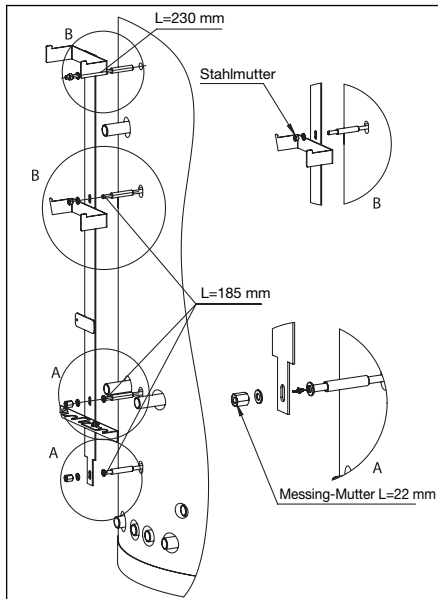

Abb. 8 Montage Gruppe Halterung
- Gruppe Halterung montieren (Abb. 8)
- Die Gewindestangen in die am Speicher angeschweißten Mutttern einschrauben (Achtung: In die oberste Mutter muss die Stange L = 230 mm eingeschraubt werden! In die unteren drei Mutttern die Gewindestangen L = 185 mm einschrauben!) (Abb. 8)